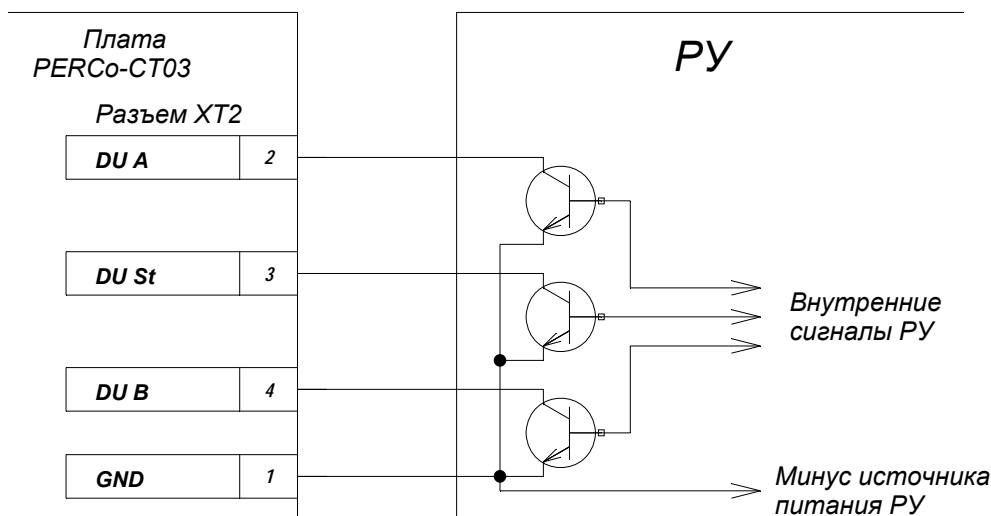

Рисунок 4 – Управляющие элементы устройства радиоуправления (РУ):
5.4.2 Управление КТ05.3 осуществляется подачей на контакты клеммной колодки “ХТ2” DUA, DUS_t и DUB сигнала низкого уровня относительно контакта GND, при этом управляющим элементом могут быть нормально разомкнутый контакт реле или схема с открытым коллекторным выходом (см. рисунок 4).